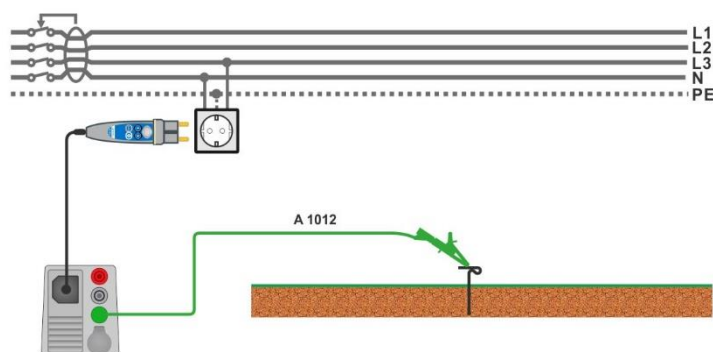

Abbildung 7.34: Anschluss für die Uc(P) Messung
Die Messung der Berührungsspannung kann auch mit einer externen Prüfspitze erfolgen. Legen Sie die externe Prüfspitze auf Potential Bezugserde. Anschlüsse siehe **Abbildung 7.34 Anschluss für die Uc(P) Messung**.
- Schließen Sie die Prüfleitung an den P/S - Anschluss und an den externen geerdeten Punkt an (optional, siehe **Abbildung 7.34**).